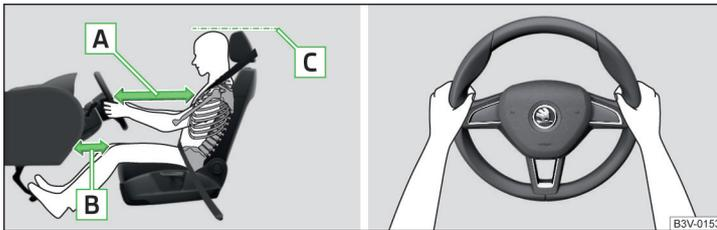

Abb. 1 Richtige Sitzposition des Fahrers / Richtige Lenkradhaltung
- ✓ Bei Fahrzeugen mit Fahrer-Knieairbag den Fahrersitz in Längsrichtung so einstellen, dass der Abstand **[B]** » Abb. 1 der Beine zur Schalttafel im Bereich des Knieairbags mindestens 10 cm beträgt.
- ✓ Das Lenkrad so einstellen, dass der Abstand **[A]** zwischen Lenkrad und Brustbein mindestens 25 cm beträgt » Abb. 1.
- ✓ Die Kopfstütze so einstellen, dass die Oberkante der Kopfstütze sich möglichst auf einer Höhe mit dem oberen Teil Ihres Kopfes befindet **[C]** » Abb. 1 (gilt nicht für Sitze mit integrierter Kopfstütze).
- Während der Fahrt das Lenkrad mit beiden Händen seitlich am äußeren Rand in der „9-Uhr“- und „3-Uhr“-Position festhalten » Abb. 1. Niemals das Lenkrad in der „12-Uhr“-Position oder in einer anderen Art und Weise festhalten (z. B. in der Lenkradmitte, am inneren Lenkradrand u. Ä.). Beim Auslösen des Fahrer-Airbags könnte man sich schwere Verletzungen an Armen, Händen und Kopf zuziehen.
- ✓ Die Kopfstütze so einstellen, dass die Oberkante der Kopfstütze sich möglichst auf einer Höhe mit dem oberen Teil Ihres Kopfes befindet **C** » Abb. 1 auf Seite 9 (gilt nicht für Sitze mit integrierter Kopfstütze).
- ✓ Die Kopfstütze so einstellen, dass die Oberkante der Kopfstütze sich möglichst auf einer Höhe mit dem oberen Teil des Kopfes befindet [C] » Abb. 1 auf Seite 9.